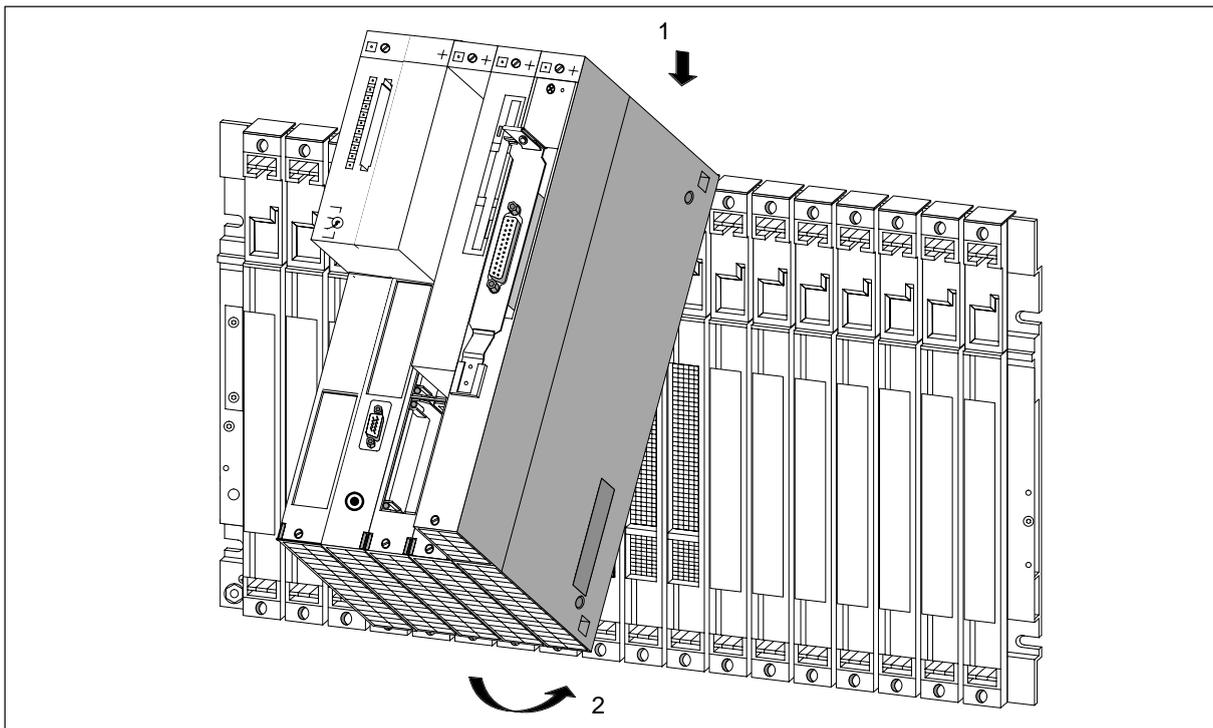

Figura 8-12 Enganchar el grupo de módulos en el bastidor y abatirlo contra el mismo
Colgar el grupo de módulos en la parte superior del bastidor (1) y después abatirlo hacia abajo para que enganchen en el bastidor (2). La figura 8-12 muestra cómo colgar y abatir un grupo de módulos en un bastidor.